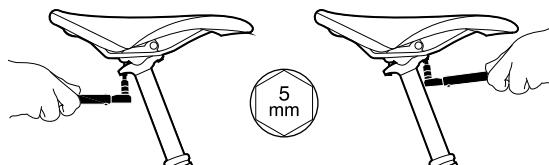

Figure 9. étapes de serrage/desserrage des vis de blocage
1. Desserrez les deux vis de blocage grâce à une clé hexagonale de 5 mm (*Figure 9*) jusqu'à ce que la selle se déplace et ou s'incline facilement.